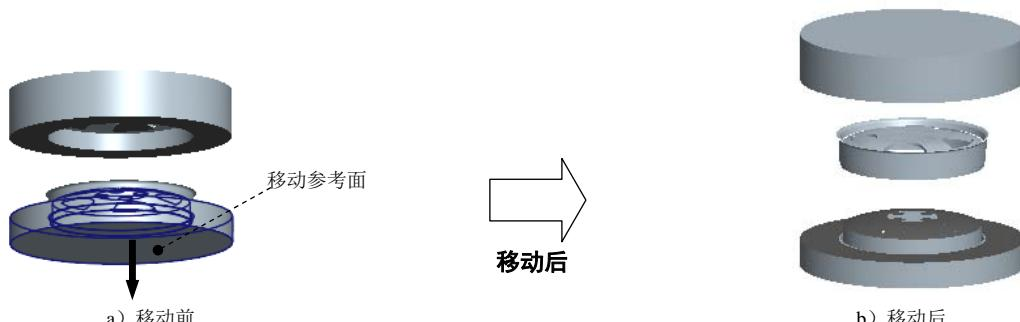

图 30.14 移动下模
Step1. 选择下模，选取图 30.14 所示的面为移动方向参考，方向如图 30.14 所示，输入要移动的距离值 200，完成下模的开模动作。